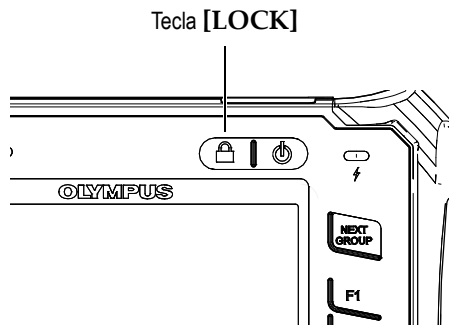

Figura 2-7 Configuração da tecla— tecla [LOCK]
- A tecla [LOCK] (disponível somente na configuração com botão) bloqueia automaticamente o ajuste de todos os parâmetros para evitar qualquer alteração indesejada decorrida de algum movimento acidental na tecla (veja Figura 2-7 na página 36).